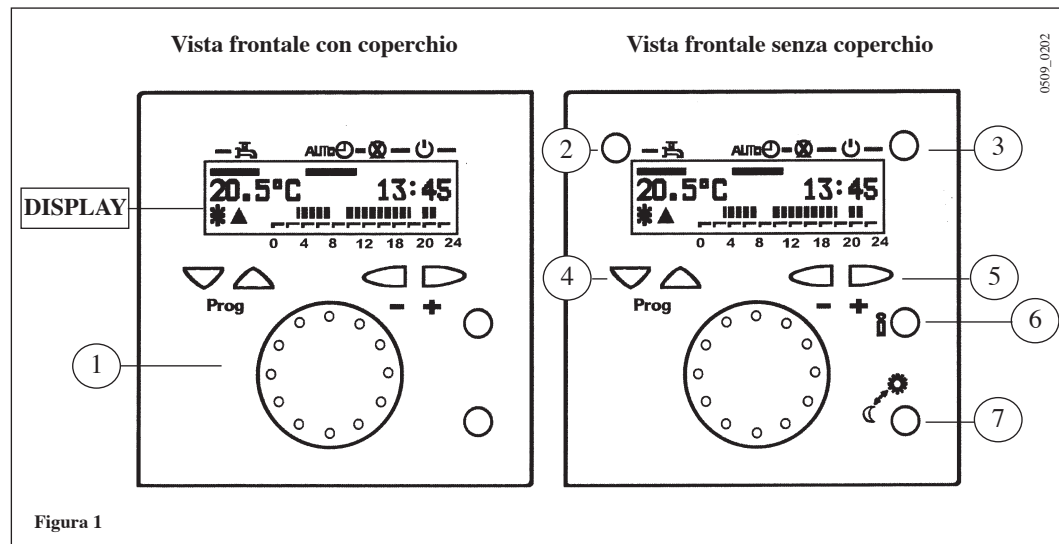

Figura 1
Premendo il tasto n° 3 (figura 1) è possibile attivare tre modalità di funzionamento della caldaia in riscaldamento; queste modalità sono identificate dalla visualizzazione, sul display, di un trattino nero sotto al simbolo corrispondente (figura 2).
Per aumentare la temperatura, ruotare la manopola (1) di figura 1 in senso orario e viceversa per diminuirla.
- 1) Agire sulla manopola presente sul pannello frontale (riferimento 1 di figura 1);
- 2) è stato premuto il tasto 3 (figura 1), attivando la modalità di funzionamento in riscaldamento manuale. Sul display è visualizzato un trattino nero sotto al simbolo “”;
- 3) è stato premuto il tasto “presenza” (riferimento 7 di figura 1), attivando la modalità di funzionamento nominale: sul display è visualizzato il simbolo “”.
- b) il tasto presenza (riferimento 7 di figura 1) è stato premuto attivando la modalità di funzionamento ridotta. Sul display è visualizzato il simbolo “”.